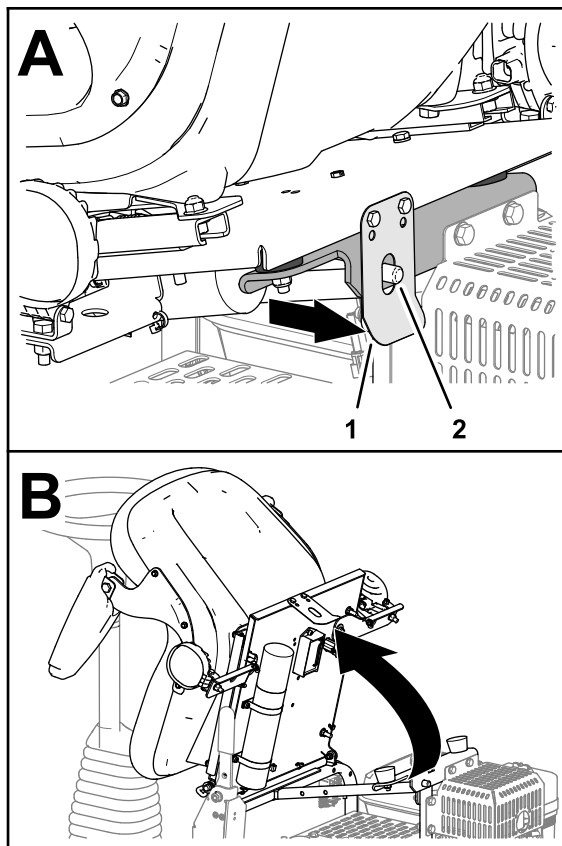

Рисунок 23
1. Оттяните назад защелку сиденья, чтобы освободить штифт защелки сиденья (Рисунок 23).
2. Наклоните сиденье вперед (Рисунок 23).